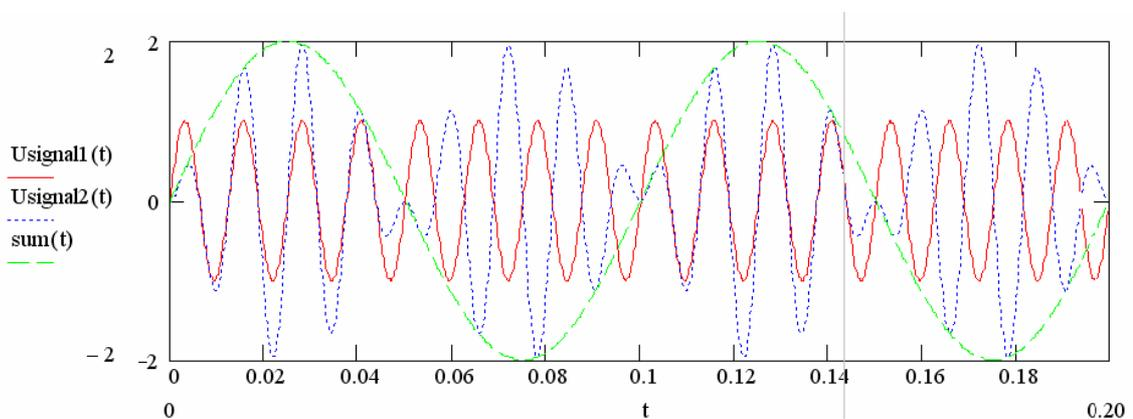

Рисунок 9.2
14. На рисунке 10 показана схема электрическая функциональная амплитудного демодулятора. Объяснить принцип работы данного устройства и изобразить временную диаграмму выходного сигнала при условии, что на его сигнальный вход (U_{signal1}) подан амплитудно-модулированный сигнал (см. рисунок 9.2) с частотой f_1 , а на вход синхронизации (U_{signal2}) подан опорный сигнал синусоидальной формы (см. рисунок 9.2) с частотой f_2 .